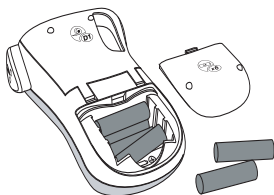

Abbildung 2
1. Schieben Sie die Abdeckung des Batteriefachs auf und nehmen Sie sie ab. Siehe Abbildung 2.